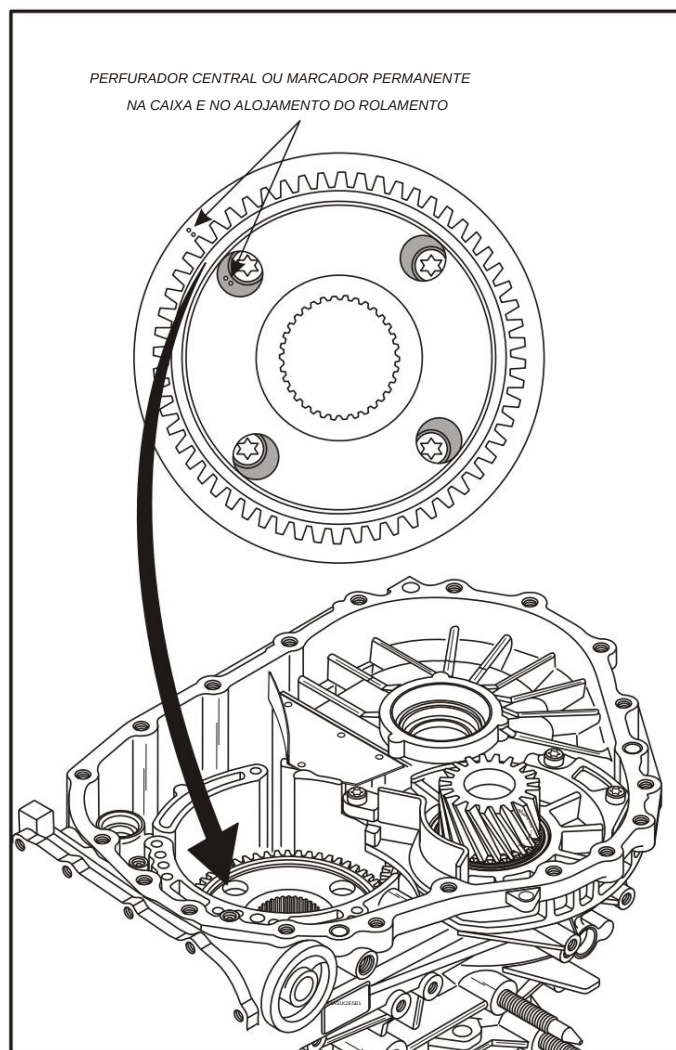

Figura 61
81. Remova a engrenagem motriz de transferência acessando os parafusos de retenção através dos orifícios de acesso fornecido, conforme mostrado na Figura 61.
Nota: As marcas de referência devem ser colocadas caixa e caixa do rolamento (veja a Figura 61).